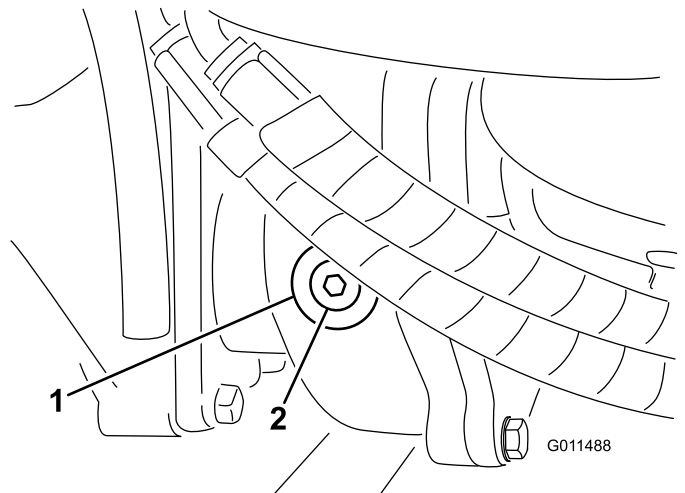

Bild 62
2. Entfernen Sie die Prüf-/Füllschraube an der linken Getriebeseite und stellen sicher, dass das Öl die Unterseite des Lochs erreicht (Bild 62).